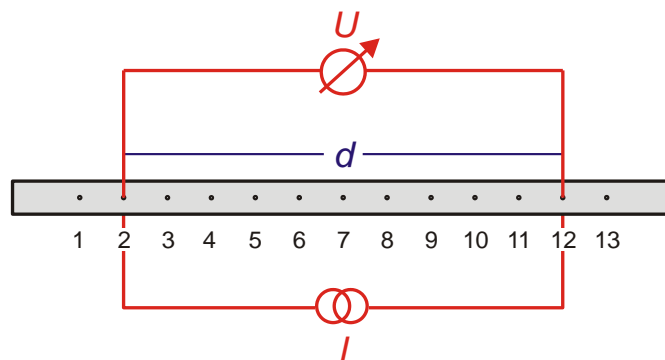

Fig. 2: Représentation schématique de la mesure en 4 fils
(Fig. 2). Pour cela, on applique un courant d'intensité I via deux branchements et on mesure la chute de tension U qui en résulte entre deux points de contact séparés par un intervalle d . Étant donné qu'on connaît la valeur de la section A , on peut calculer .
- Relier la prise de sortie « - » à l'arrière du bloc d'alimentation au trou latéral se trouvant à hauteur du deuxième point de mesure de la barre conductrice de chaleur (Fig. 2). Relier la prise de sortie « + » à l'arrière du bloc d'alimentation au trou latéral se trouvant à hauteur du douzième point de mesure de la barre conductrice de chaleur. Monter le multimètre numérique pour la mesure du courant en série entre les deux.